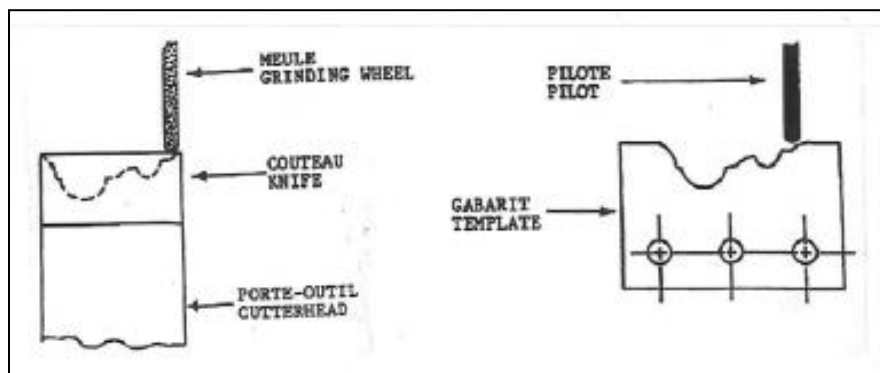

Figure 3
3. Déplacer le chariot en soulevant le demi-écrou pour aligner la meule à la position de départ des lames; (Voir Figure 3);
4. Déposer et aligner le gabarit sur le porte gabarit de façon à ce que le pilote soit à la position de départ du gabarit; (Voir Figure 3);